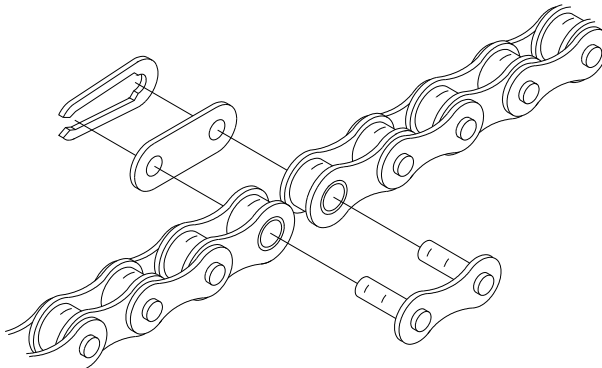

Figure 9 Maillon de chaîne
- Connectez les pignons avec la chaîne d'entraînement, raccourcissez à une longueur convenable et joignez les bouts ensemble à l'aide du maillon fourni dans le sac de quincaillerie. Pour raccourcir la chaîne, chassez la goupille qui laissera un maillon intérieur le plus près de la longueur désirée. Connectez la chaîne autour des pignons à l'aide du maillon (Figure 9).